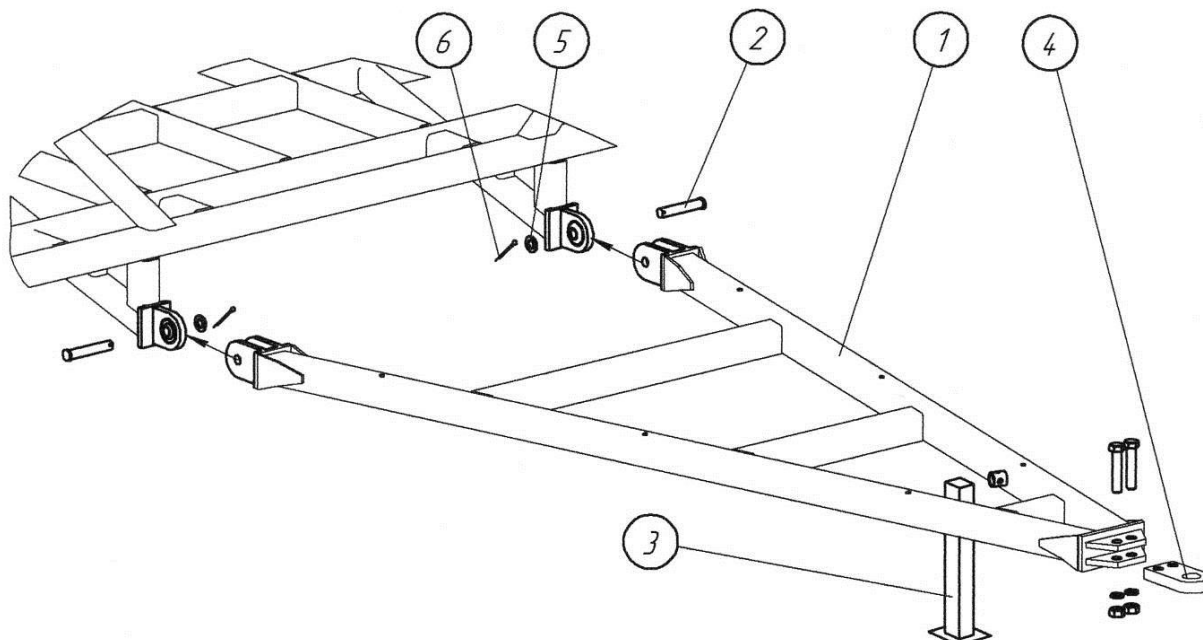

Рис. 4.5.1. Крепление передней сцепки к раме
4.5.1. Закрепите переднюю сцепку 1 на главной раме, установив пальцы 2 (32x130), шайбы 5 и шпильки 6 (6x50) (рис. 4.5.1). Установите опору откидную 3 на сцепку.